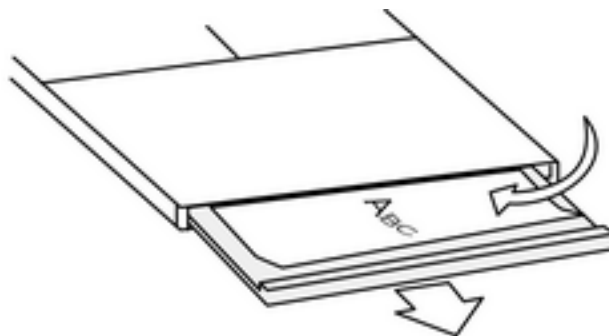

Bild 6
- Die Beschriftungslade seitlich herausziehen (Bild 6).